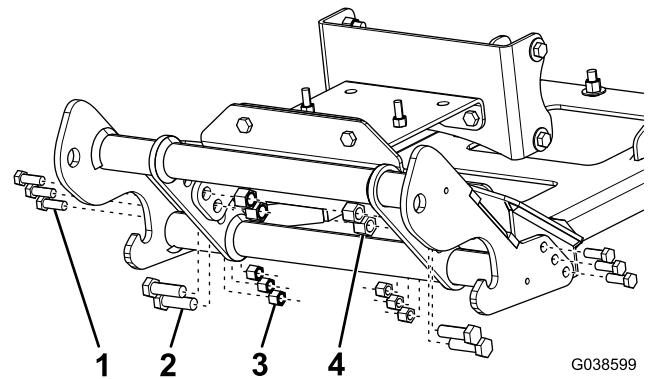

**Figura 4**
6. Sujete provisionalmente el soporte delantero del cabrestante a la placa de protección del quitanieves y al soporte trasero del cabrestante con 4 pernos (3/8" x 1 1/4") y 4 contratuercas (3/8"), como se muestra en Figura 4.